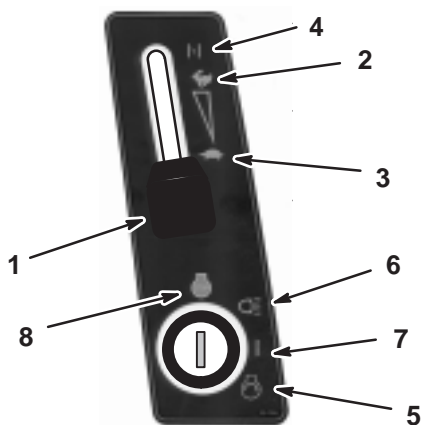

Bild 11
5. Stellen Sie den Gashebel beim Anlassen eines kalten Motors auf Choke (Bild 11).
6. Drehen Sie den Zündschlüssel im Uhrzeigersinn und halten ihn auf Start (Bild 11). Lassen Sie den Schlüssel sofort los, wenn der Motor anspringt.
7. Schieben Sie den Gashebel, sobald der Motor angesprungen ist, langsam auf Schnell (Bild 11).
1. Stellen Sie den Gashebel auf Langsam (Bild 11).
2. Drehen Sie den Zündschlüssel auf Aus (Bild 11).